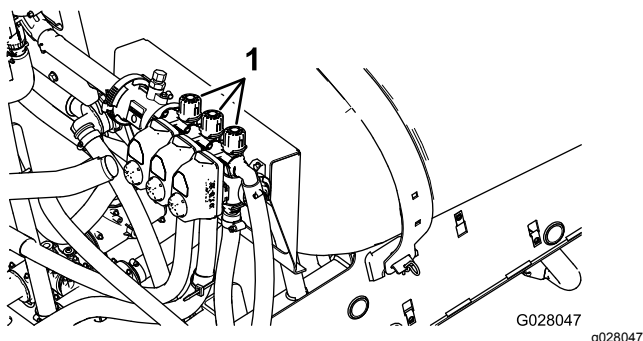

Figura 74
10. Desligue a rampa esquerda e ajuste a válvula de distribuição da rampa (**Figura 74**) até que
2. Fechada (0)
12. Ajuste a válvula de distribuição da rampa direita (Figura 74) até que a leitura da pressão se encontre no nível previamente ajustado (habitualmente 2,75 bar).
14. Ajuste a válvula de distribuição da rampa central (Figura 74) até que a leitura da pressão se encontre no nível previamente ajustado (habitualmente 2,75 bar).